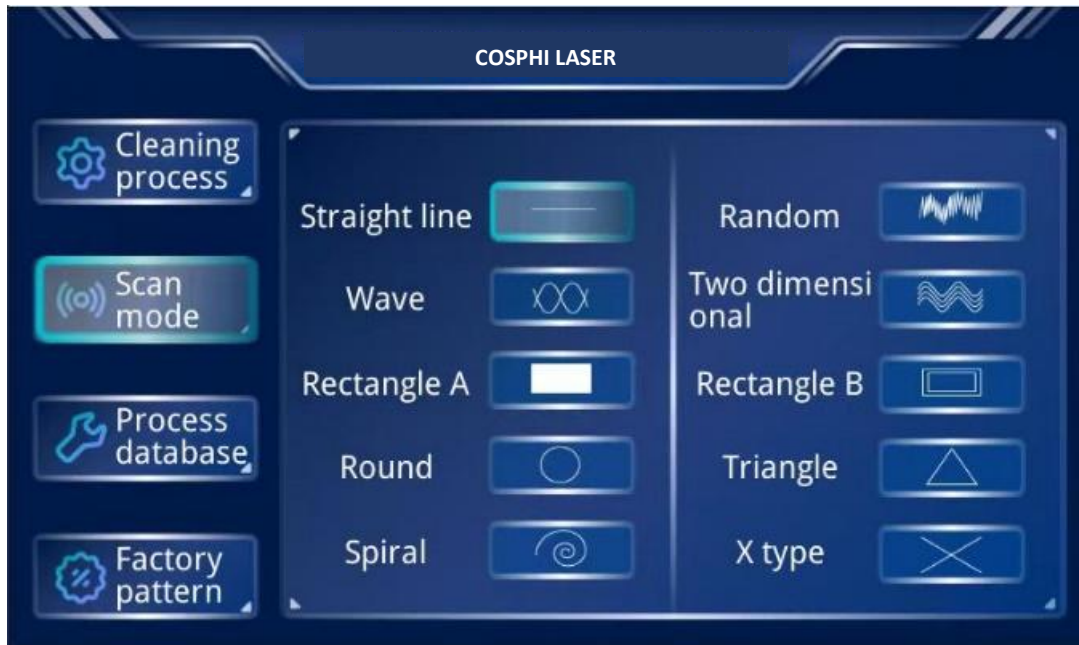

*Figure 13 : Menu contextuel « Mode Scan» (Graphiques de Balayage)*
**La page du mode de nettoyage est illustrée à la Fig13**